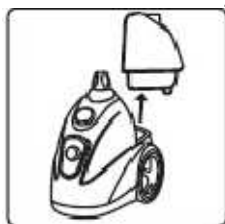

fig.10
1. Asegúrese de que el aparato está desenchufado. Retire el depósito de la base del aparato. (fig.10)